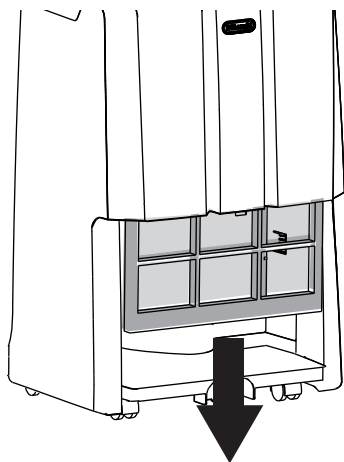

Abb. 7
- Zum Entfernen des Luftfilters diesen nach unten herausziehen (Abb. 7).